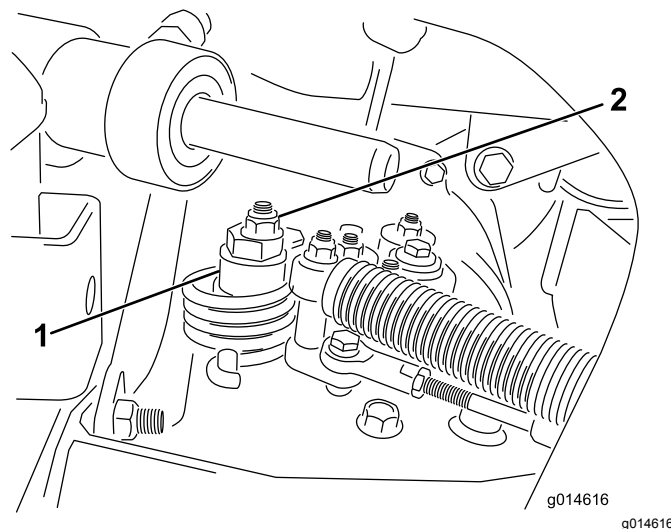

Figura 40
- A. Allentate il dado che fissa l'eccentrico alla parte superiore dell'igrostat (Figura 40).
- C. Fate girare l'eccentrico finché non riscontrate movimenti in alcuna direzione. Quando la ruota cessa di girare, serrate il dado di bloccaggio dell'eccentrico per mantenere la messa a punto (Figura 40). Verificate la regolazione portando l'acceleratore in posizione di MINIMA e MASSIMA.